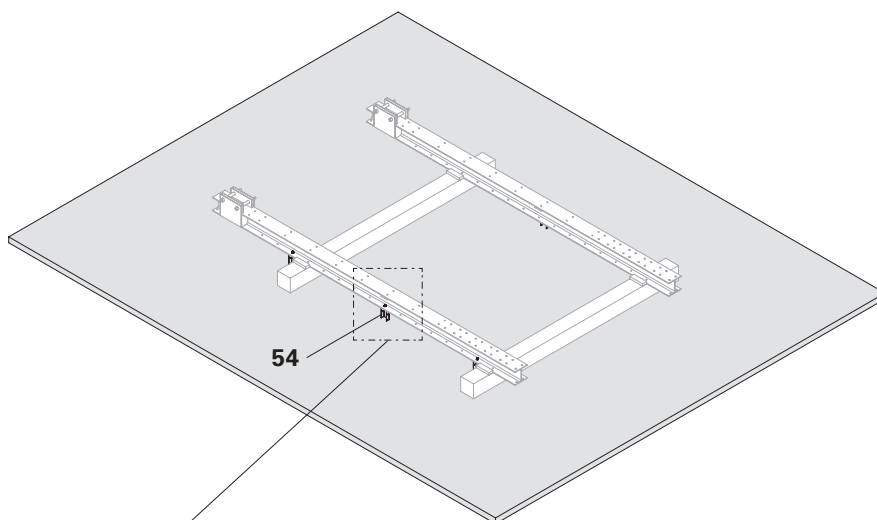

Fig. B9.08
2. Imbullonare l'attacco gabbie per scala VT 20 ACS (**54**) nella posizione di installazione con il materiale di fissaggio in dotazione. (Fig. B9.08 + B9.08a)